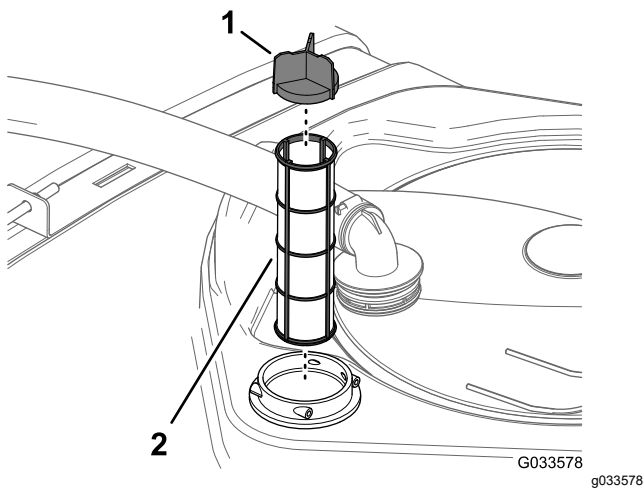

Figura 59
4. Retire el filtro de aspiración usado del alojamiento del filtro del depósito (Figura 59).